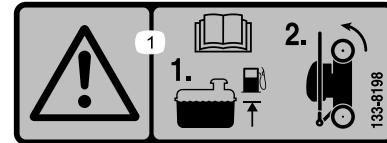

Figura 21
1. Certifique-se de que o nível de combustível no tanque de combustível não seja maior que o recomendado pelo fabricante do motor. Consulte o adesivo do fabricante do motor no motor (Figura 21).